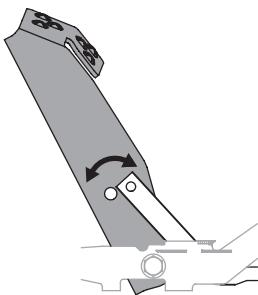

Figure 37
- Positionnez la pédale sur la position optimale en fonction des préférences de l'opérateur. Voir Figure 37.